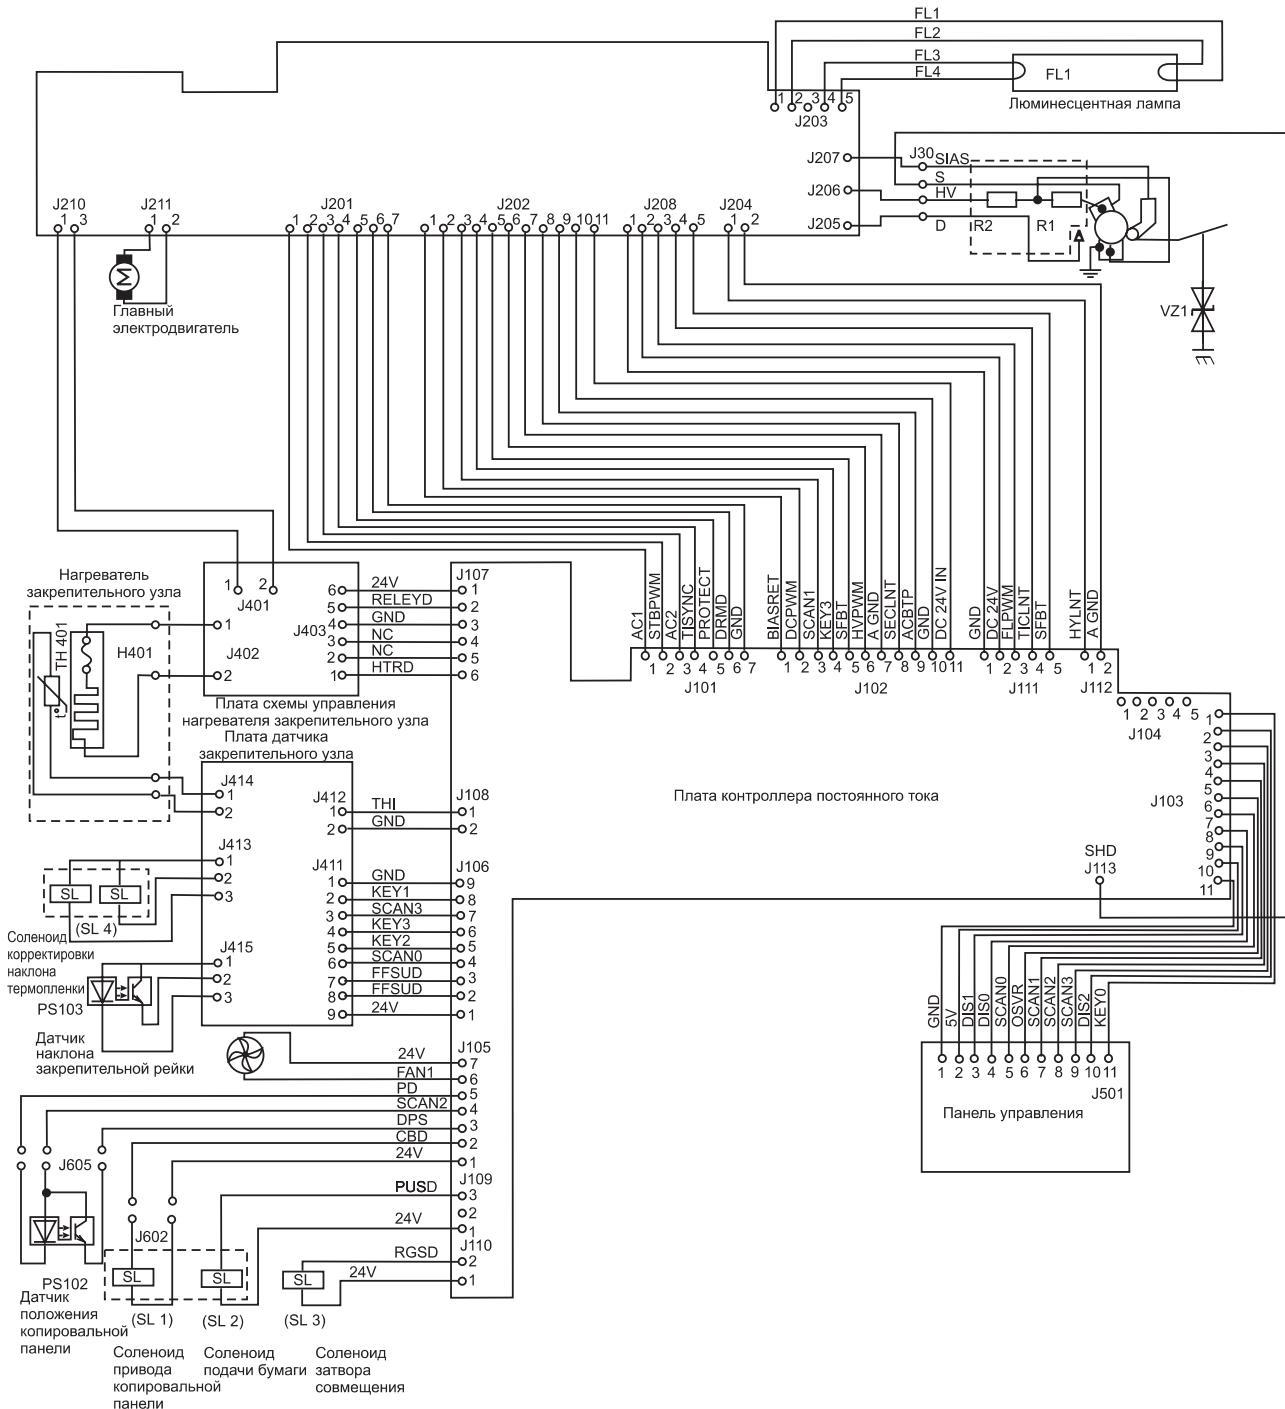

Рис. 1.7. Принципиальная схема межплатовых соединений
На рис. 1.7 показана принципиальная схема межплатных соединений.
- проверяют наличие напряжения на нагревателе закрепительного узла, исправность нагревателя Н401 (см. рис. 1.7), его предохранителя, термистора контроля температуры (ТН401), исправность элементов платы закрепительного узла и датчика закрепительного узла;
- заменяют люминесцентную лампу (см. рис. 1.7);